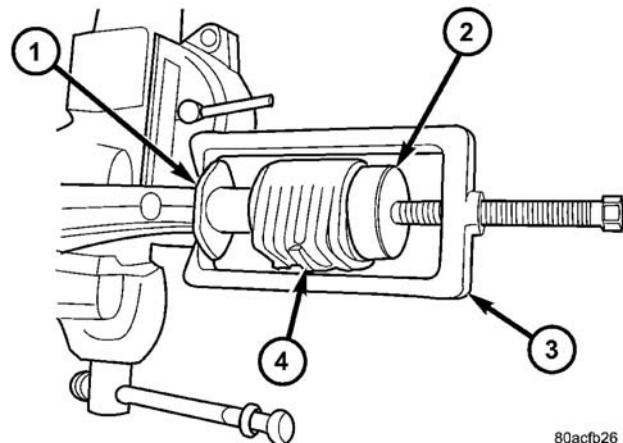

图 28 隔板位置
(4) 开始紧固顶起螺钉。当衬套靠近下控制臂凸缘时, 将隔板 (专用工具 8460-4) 置于凸缘与衬套内套管之间, 跨骑在杆上, 如图所示 (图 28)。
(5) 抵住隔板安装衬套, 用扭矩扳手紧固桥式工具顶起螺钉到约 50 N·m (37 ft.lbs.) 的扭矩。这将使衬套相对于凸缘处在杆上的正确位置。